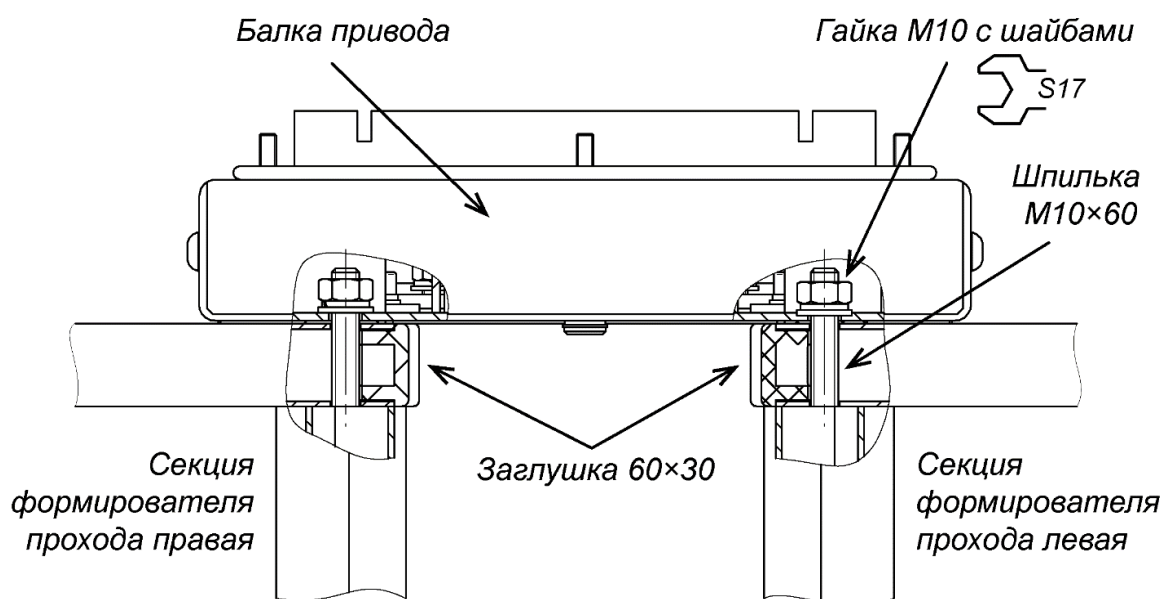

Рисунок 12. Крепление балки привода (8) к секциям (6) формирователя прохода
- Закрепите балку привода на секциях (6) формирователя прохода двумя гайками М10 с шайбами (см. рис. 12), накрутив их на шпильки с помощью торцового ключа S17. Затяжка гаек предварительная, для возможности регулировки положения.